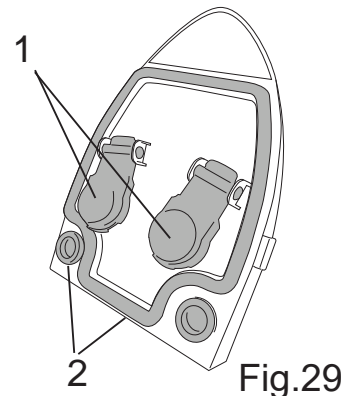

Fig.29
- Gire la tapa y compruebe que el flotador pueda moverse libremente (Fig. 29-Ref. 1).
- Limpie las juntas con un paño húmedo (Fig. 29-Ref. 2).